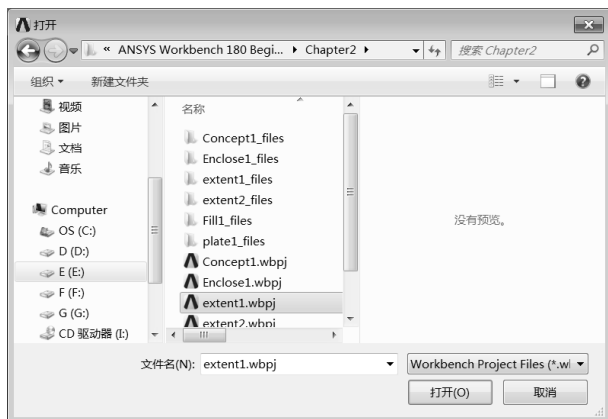

图 2-53 打开模型 1
Step1：读取文件。在 Workbench 主窗口的工具栏中单击  命令，如图 2-53 所示，找到文件路径与 extent1 文件名，单击“打开”按钮。